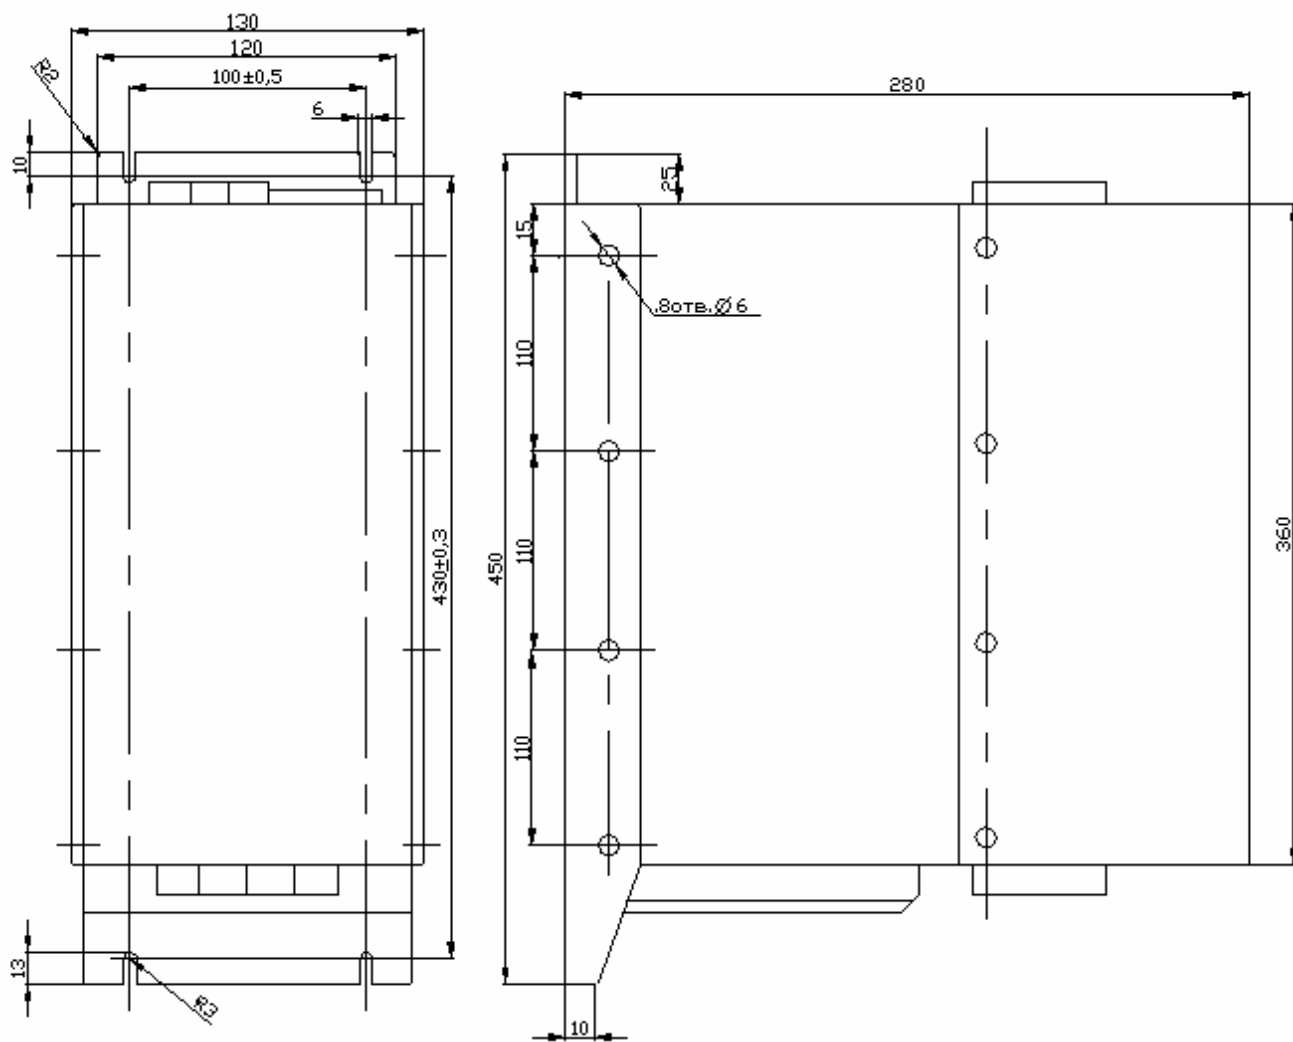

Рис.1 Габаритные размеры ПЕЛ-3-100-ДТ
**2.9.** Габаритные, установочные размеры пускателя приведены на **Рис.1**.